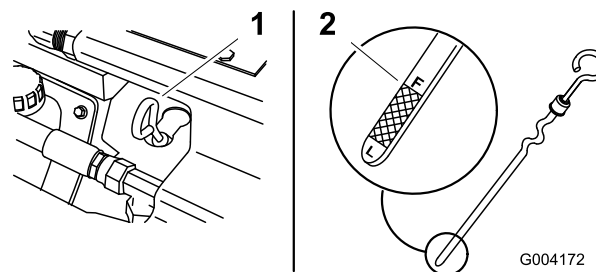

Bild 15
4. Reinigen Sie den Bereich um den Ölpeilstab (Bild 15).
5. Ziehen Sie den Peilstab heraus und wischen Sie das Metallende ab (Bild 15).
6. Schrauben Sie den Ölpeilstab vollständig in das Peilstabrohr (Bild 15).